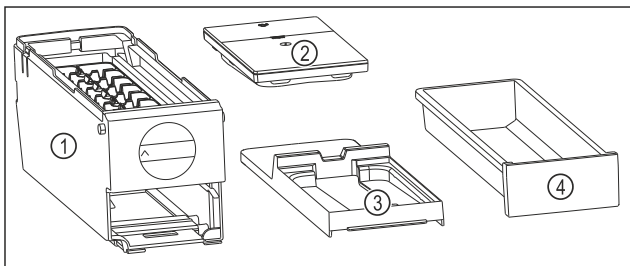

Fig. 185 Sastavni dijelovi sustava EasyTwist-Ice
- ▷ EasyTwist-Ice je rastavljen u četiri dijela. (pogledajte Fig. 185)
- ▶ Sustav EasyTwist-Ice rastavite samo u dijelove prikazane slikom. (pogledajte Fig. 185)
- ▶ Tijelo sustava EasyTwist-Ice Fig. 185 (1) čistite kao cjelinu.